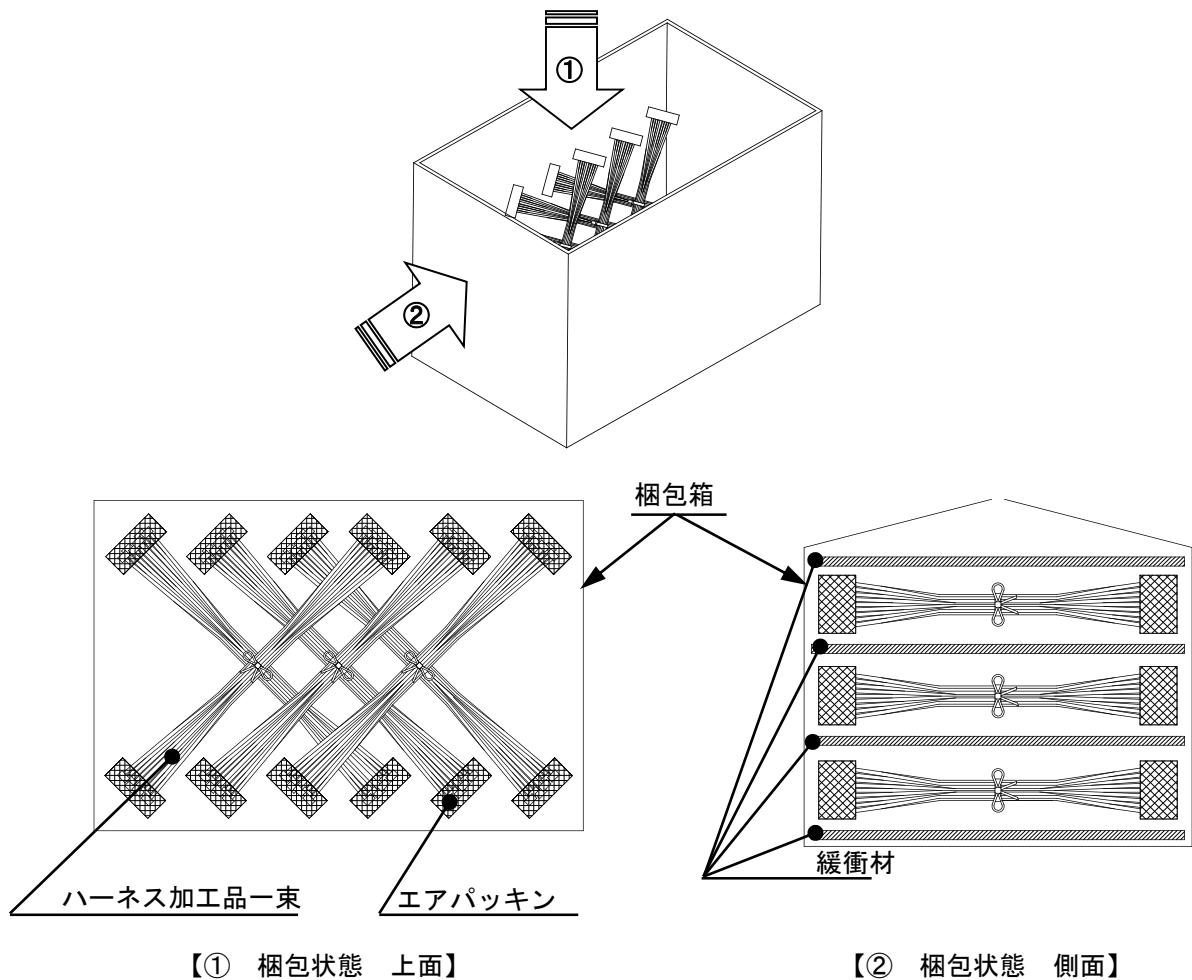

Fig. 7-2 梱包状態図
2. 梱包箱に束ねたハーネス加工品を入れます。尚、下図 (Fig 7-2) は推奨参考例ですが、ハーネス長が長いなどの理由で他の梱包方式でご使用される場合にも段積みによる加重等の負荷がコネクタに長時間加わらない様ご配慮をお願い致します。
※ハーネス加工品の束を梱包箱に入れる際、積み重ねによる荷重等の負荷がコネクタに長時間加わらない様に、箱に合わせた形で製品を交互（十字型）に重ね合わせて下さい。（Fig. 7-2 ①参照）
※梱包箱底面には、緩衝材等を敷いて下さい。また、段積みによる荷重等の負荷がコネクタに長時間加わらない様に、緩衝材を敷く等の御配慮をお願い致します。（Fig. 7-2 ②参照）